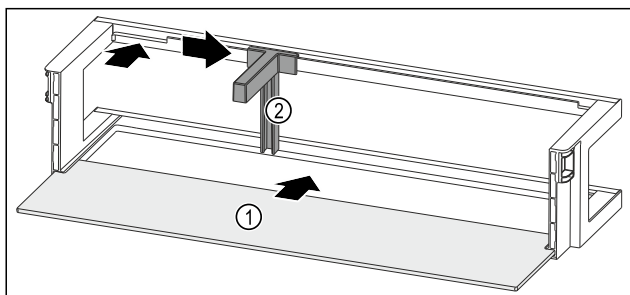

Fig. 67 Ajtópolc tárolólappal
- ▶ Tolja be a tárolólapot Fig. 67 (1) az oldalsó bemarásokba.
- ▶ Helyezze be a palacktartót Fig. 67 (2) a mélyedésbe.
- ▶ Tolja oldalra a kívánt pozícióba a palacktartót Fig. 67 (2).